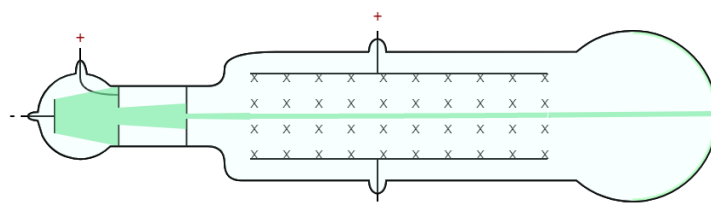

Figura 2. Simulador *Thomson's cathode ray tube lab*
5. Elija un valor mayor que cero para **B**, fíjelo y después busque un valor para **Vdef**, hasta obtener una trayectoria horizontal del haz, como se muestra en la figura 2. Observe y responda.
2. Con las fechas azules, accione el campo magnético (**B**) e incremente la intensidad de éste hasta lograr que el haz de rayos catódicos dibuje una trayectoria horizontal, como muestra la figura 2.
2. Con el potencial de aceleración (V_{ac}) fijo en 100 [V], incremente la diferencia de potencial de desviación (V_{def}) con las flechas verdes, hasta lograr que el haz de rayos catódicos dibuje una trayectoria en línea recta, como lo muestra figura 2.